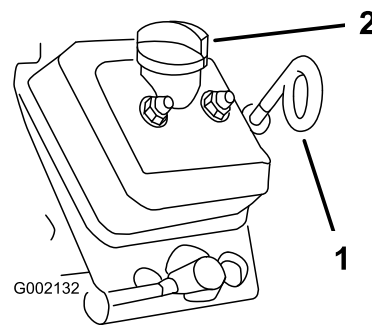

図 18
3. ディップスティックや給油口からごみが入ってエンジンを傷つけないように、ディップスティックと補給キャップ 図 18 の周囲をウェスできれいに拭く。
4. ディップスティック 図 18 を回して抜き取り、付いているオイルをウェスで拭きとる。
5. ディップスティックを根元まで完全に差し込む 図 18。
8. キャップを取り付ける 図 18 を参照。
9. ディップスティックを取り付ける。奥まで完全に差し込むこと 図 18。